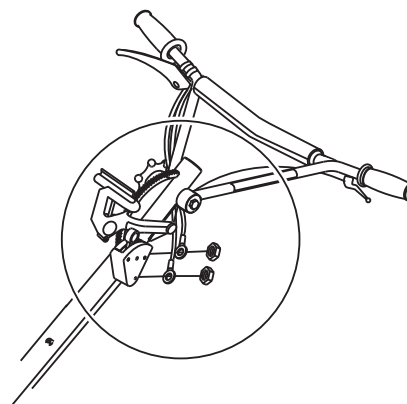

Bild 14. Anslutning av ledning
6. Anslut de bägge ledningarna från dödmansgreppet till säkerhetsbrytarens stiftfästen. (en per fäste; alla positioner). Sätt tillbaka muttrarna och dra åt. (Bild 14).